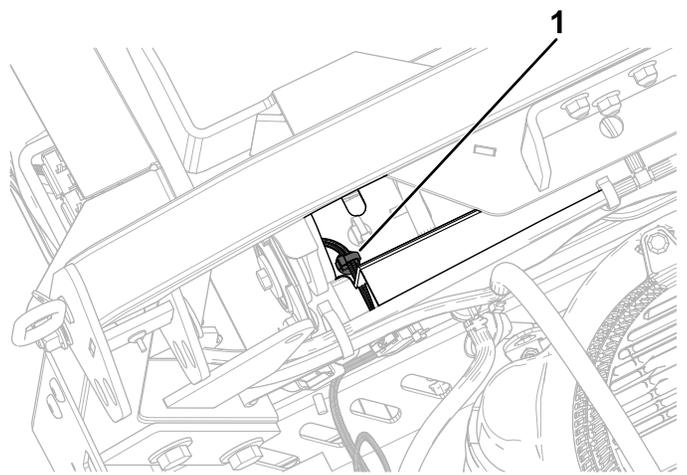

図 19
3. もう一個のオシコミファスナを、後側燃料タンクブラケットに取り付ける 図 19。